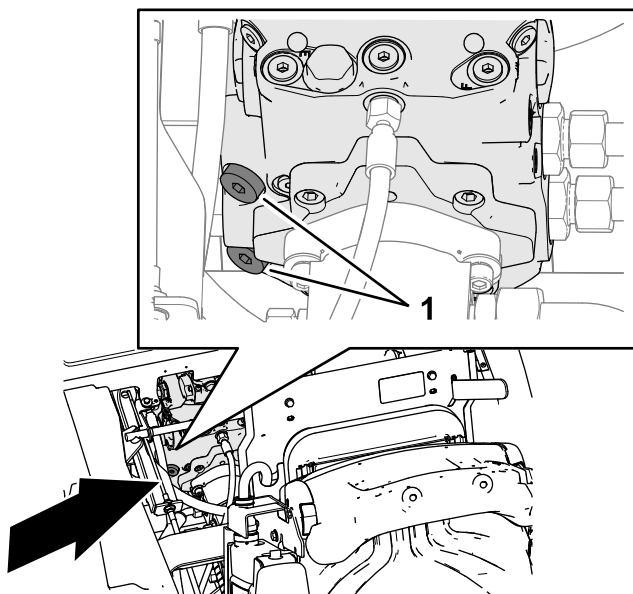

Figure 35
1. Avec une clé hexagonale de 8 mm, tournez les 2 bouchons à tête creuse des clapets de décharge de pompe de la transmission de 3 tours complets dans le sens antihoraire (Figure 35).